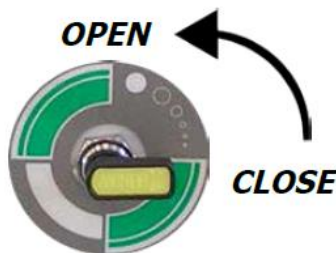

Fig. 1
- Az olajbetöltés az ábrán (Fig. 1) látható szelep segítségével történik és akkor hajtható végre, amikor a rendszerben már megfelelő mértékű vákuum van és a hűtőközeg betöltés még nem került elindításra az „OK” gomb megnyomásával. Az UV adalék betöltése rendszerbe az olajjal történt előzetes összekeverés útján lehetséges vagy használjon gyárilag UV adalékkal kevert kompresszor olajat.